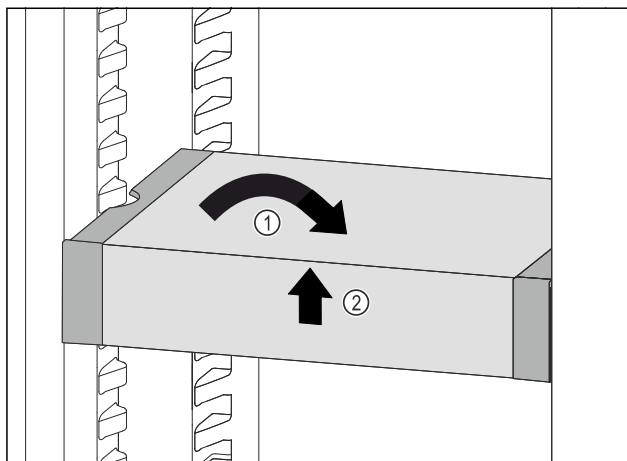

Fig. 74
- ▶ Predal VarioSafe postavite ravno. *Fig. 74 (1)*
- ▶ Predal VarioSafe dvignite spredaj. *Fig. 74 (2)*